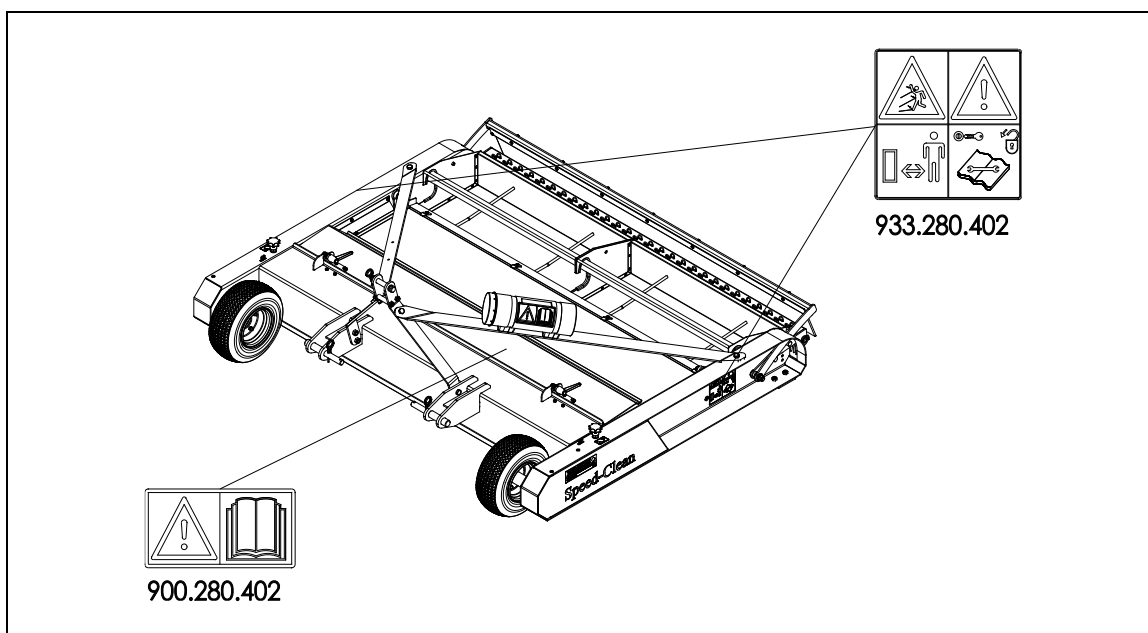

Abb. 5
- (7) Position der Sicherheitsaufkleber (Abb. 5)